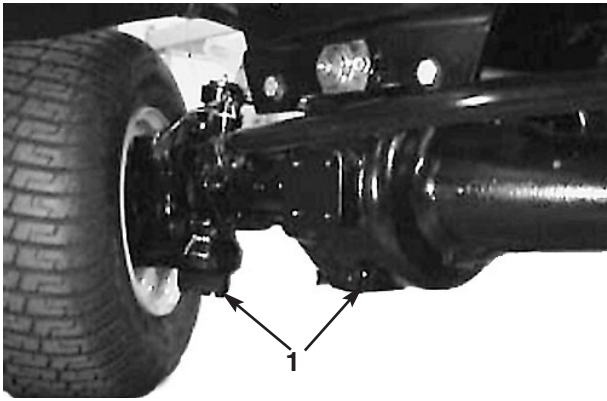

Figure 45
2. Nettoyez la surface autour des (3) bouchons de vidange, (1) à chaque extrémité et (1) au centre (Fig. 45).